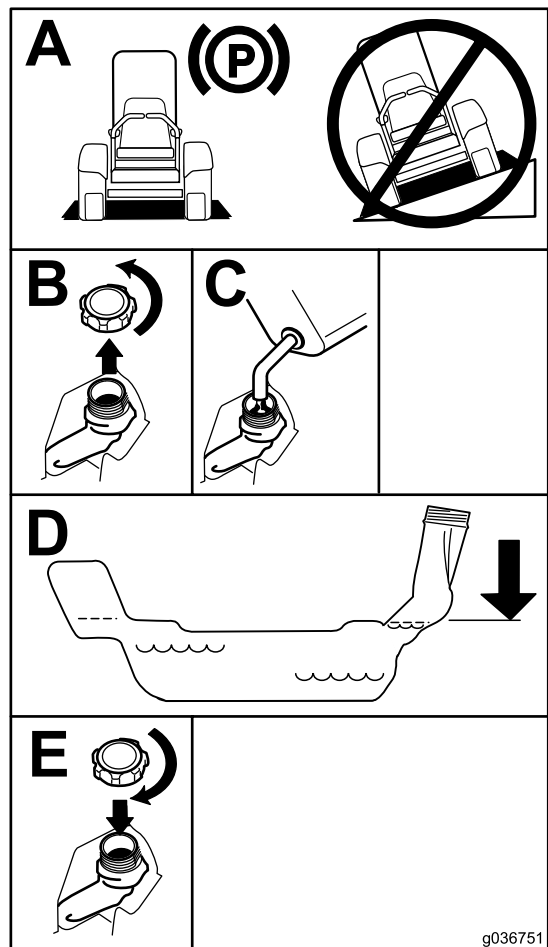

Figura 7
5. Asegúrese de dejar un espacio vacío en el depósito para permitir la dilatación de la gasolina (Figura 7).